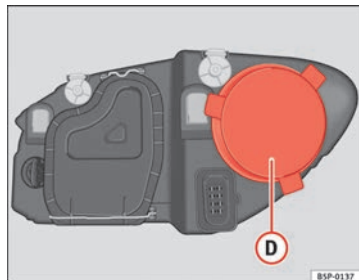

Fig. 194 Feux de position
- Retirez le cache ⇒ fig. 194 **D** en tirant dessus.